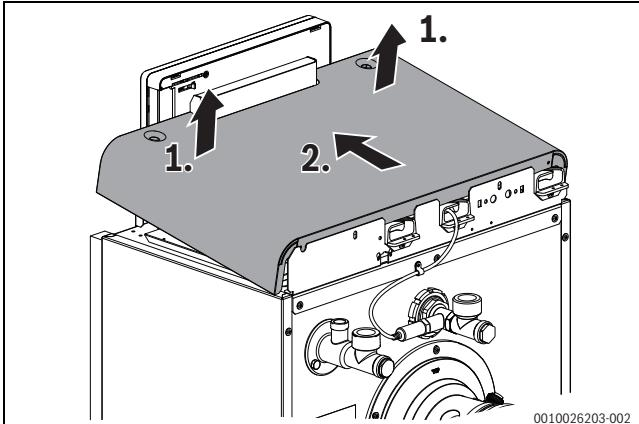

Bild 19 Kesselhaube abnehmen
- Kesselhaube im vorderen Bereich nach oben anheben und dann nach vorne abnehmen (→ Bild 19).